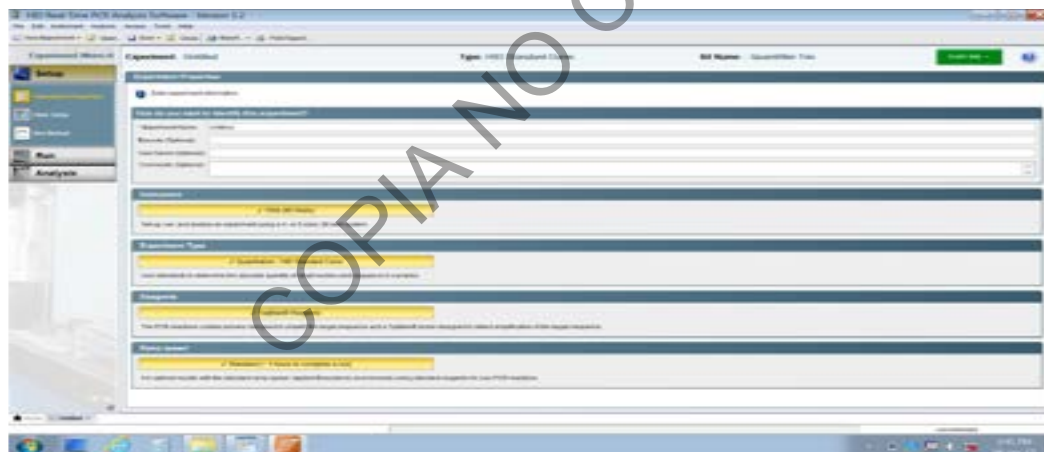

Figura 8. Configuración inicial para un nuevo experimento, Software v1.3 o superior
**7.2.11** En la opción **Experiment menu**, seleccione la opción **Setup** y en la opción **Experiment Properties** llene la información **Experiment Name** con la información de fecha e iniciales del analista según formato DDMMAA\_XXX. (por ejemplo, 07 de febrero del 2023, Erick Esquivel Campos, será 070223\_EEC)(Ver figura 8) además, de incluir el nombre del kit, número de lote utilizado, fecha de vencimiento y dirección en donde se encuentra guardado el archivo en digital de la corrida completa (**Escritorio/Corridas/Año/mes/fecha**).